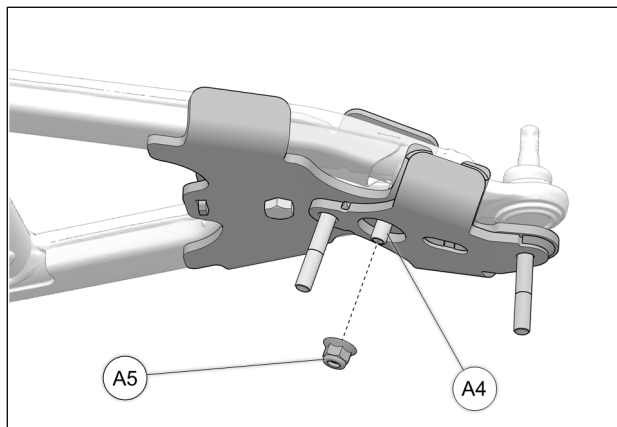

Fig. 16
8. Serrer le boulon M10x60mm (**A4**) avec un écrou (**A5**) fourni. Serrer l'assemblage à un couple de 50 Nm [37 lb•pi]. Voir la Fig. 16